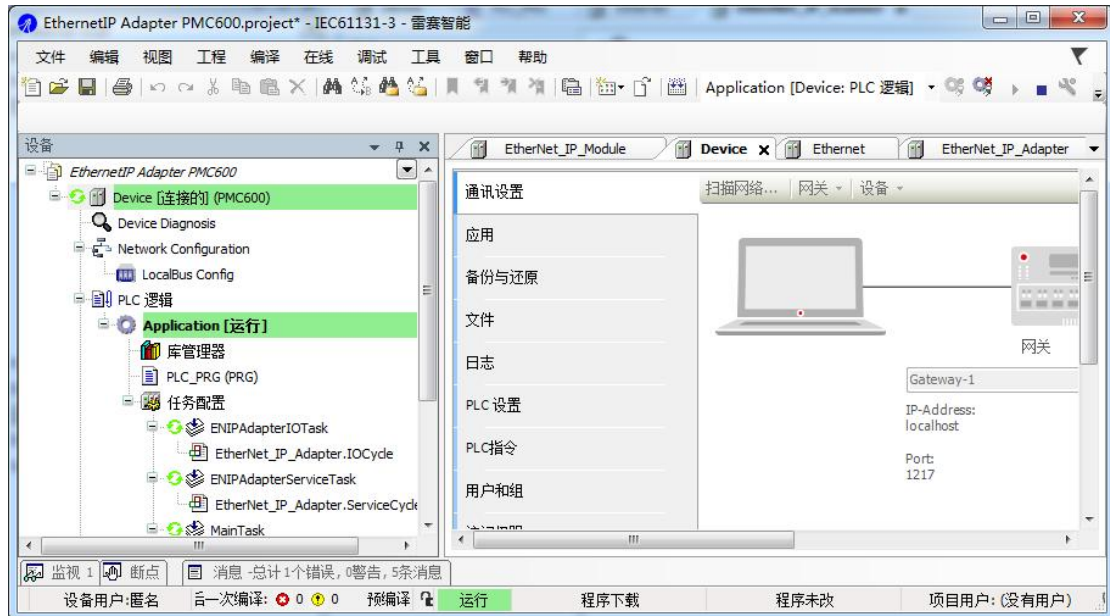

图 13.77 运行程序
1) 点击登录，下载程序，然后运行程序，如图 13.77 所示。